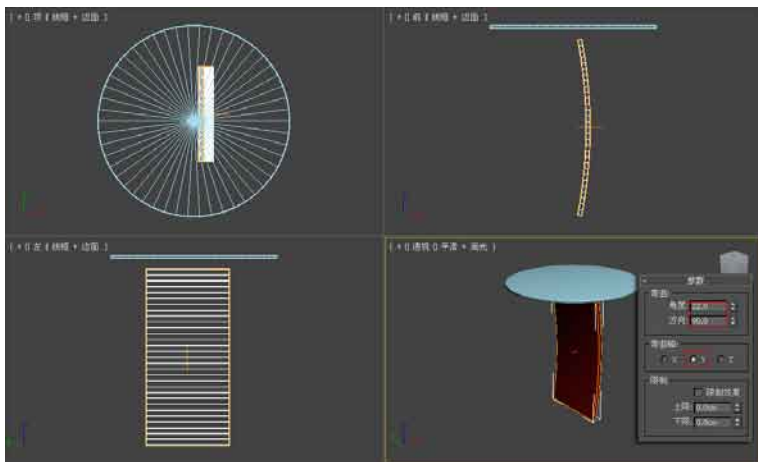

图3.35 设置弯曲修改器
- 05 确认修改后的“茶几腿”处于选中状态，在修改命令面板中的 **修改器列表** 下拉列表中选择“弯曲”修改器，并设置修改器的参数，如图3.35所示。